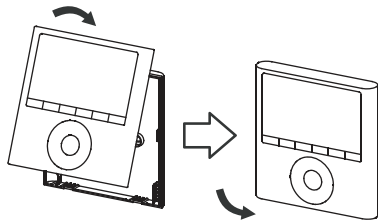

Figure 12 — Bouclez le boîtier supérieur
1. Pendant le réglage et montage du boîtier supérieur, évitez de trop serrer le câblage lors de l'installation (voir figure 12).